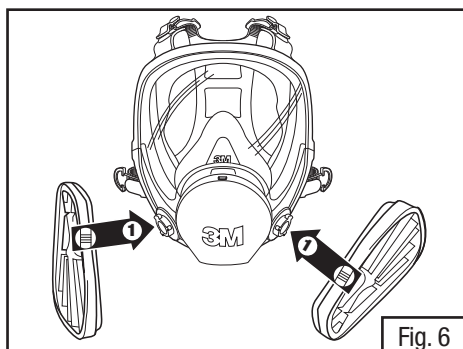

Fig. 6
1. Aligner l'encoche sur le bord de l'adaptateur 603 avec la marque située sur le masque, tel qu'illustré (Fig. 6).